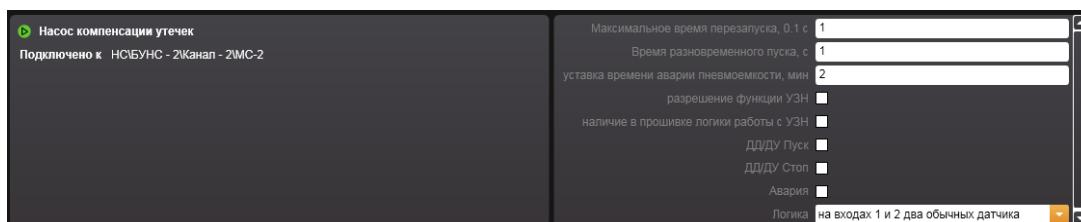

Рисунок 14.3.63 – Свойства адресного устройства **Насос компенсации утечек**
- 24) При выделенной в рабочей области строке адресного устройства **Насос компенсации утечек**, подключаемого к устройству НС, поле свойств устройства отображает (Рисунок 14.3.63):